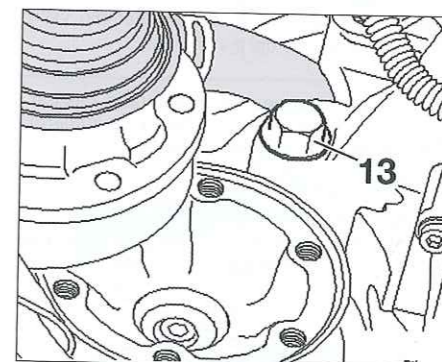

Fig. 6
- Desmontar el tornillo (13) del contorno de caja situado encima de la brida del eje de transmisión del. der. (Fig.6).